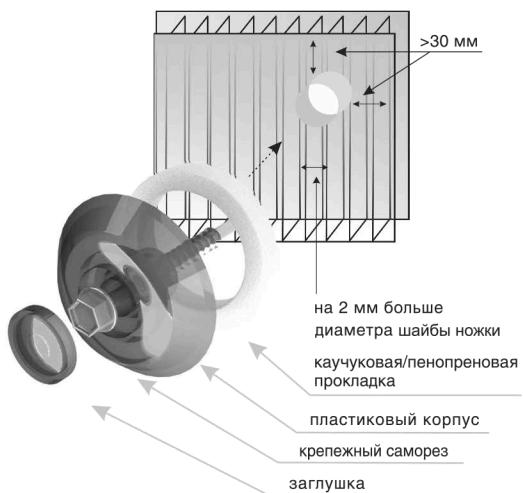

Рисунок 17. Крепление панелей с помощью термошайб.
8) Чтобы улучшить внешний вид и прочность крепления панелей, можно заменить обычные прокладки на специальные поликарбонатные термошайбы (Рис. 17). Они поставляются со специальными уплотнительными кольцами и подойдут для панелей разных толщин (4,6,8,10, 16, 20 или 25 мм). Различаются по длине ножки и цвету. Преимущества: термошайба предотвращает излишнюю сжатость и локальные повреждения поверхности вокруг болта, а также обеспечивает герметичность соединения. Термошайбы используются с теми же саморезами диаметром 4-5 мм.